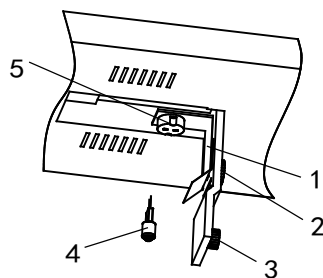

Fig.12
- em seguida, aperte o parafuso 2 para usar imediatamente (Fig.12).